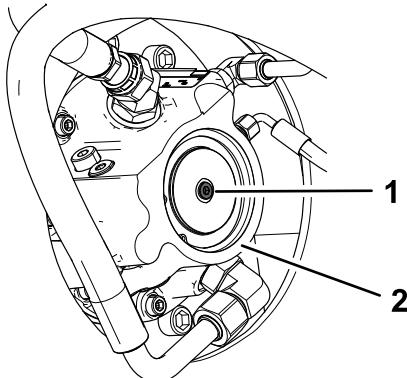

Figura 30
3. En cada motor de tracción, retire el tapón e instale un tornillo (M8-1.25 x 40 mm) y una arandela (M8 x 16 mm) en su lugar (Figura 30). Apriete las fijaciones a mano.